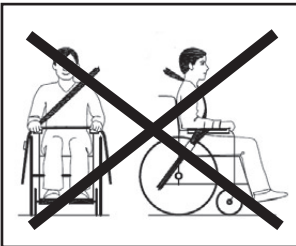

Abbildung 7
- Der Gurt darf keine Rollstuhlteile (wie etwa Armlehnen oder Räder) berühren, dann kann der Körper des Benutzers nicht mehr vollständig unterstützt werden (siehe Abbildung 7).